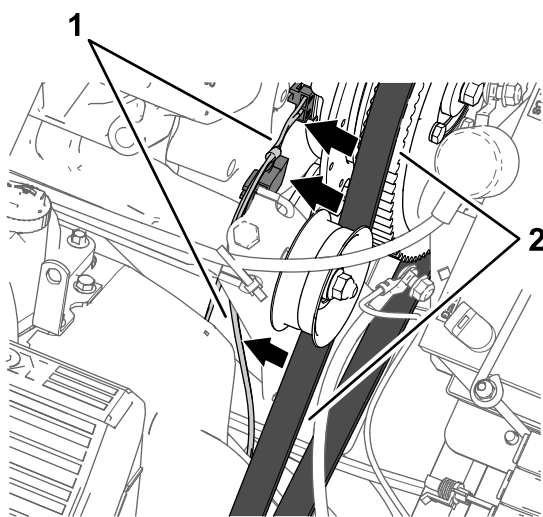

Figura 167
4. Enrute la rama de 84 cm del arnés de cables junto al motor y la bomba de fumigación de modo que el arnés quede alejado de la correa del alternador (Figura 167).